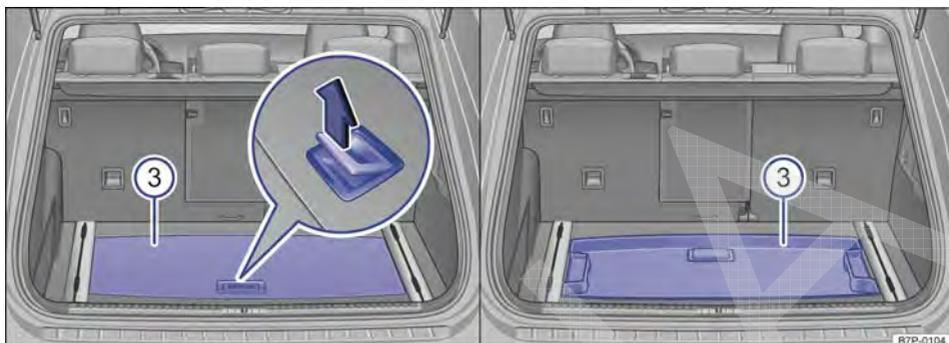

Fig. 223 No compartimento de bagagem sem roda sobressalente completa: dobrar o assoalho reversível
- Rebater a alça → Fig. 223 (lupa esquerda) no sentido da seta para fora do assoalho reversível ⓘ e elevar o assoalho reversível.
- Puxar e rebater o assoalho reversível ⓘ pela alça e colocá-la na depressão → Fig. 223 (à direita).